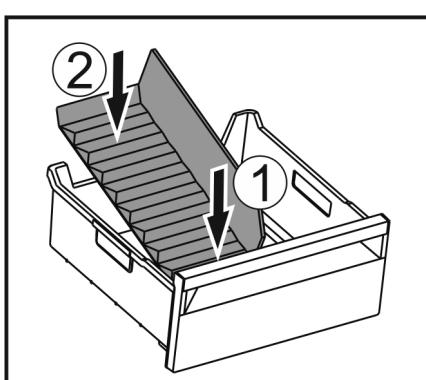

Fig. 171
- Vložte prednú časť oddelovača zásuvky na ľad. Fig. 171 (1)
- Spusťte zadnú časť oddelovača zásuvky na ľad až na dno zásuvky. Fig. 171 (2)